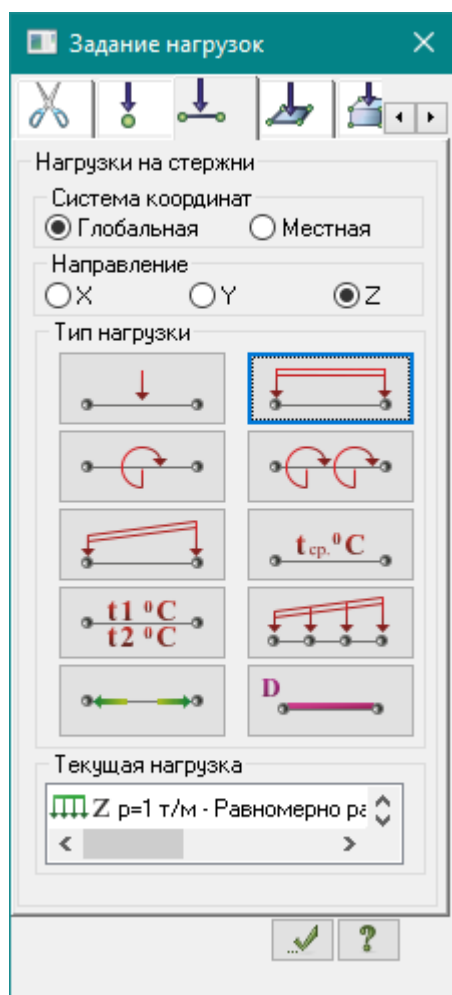

Рис.18.11. Диалоговое окно **Задание нагрузок**
- Вызовите диалоговое окно **Задание нагрузок** на закладке **Нагрузки на стержни** (рис.18.11) выбрав команду  – **Нагрузка на стержни** в раскрывающемся списке **Нагрузки на узлы и элементы** (панель **Нагрузки** на вкладке **Создание и редактирование**).